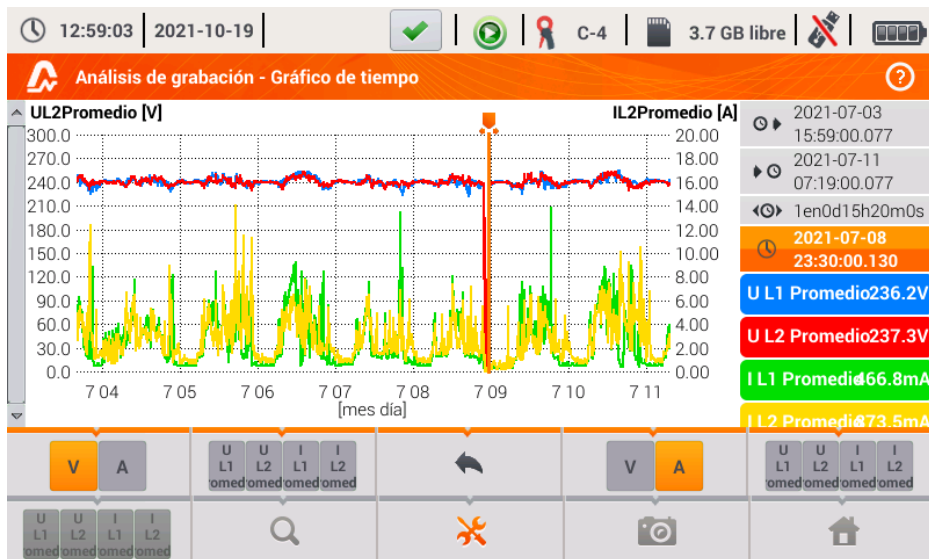

Fig. 26. Análisis de registro - gráfico de tiempo - selección de escalas.
- muestra un menú adicional de ajuste de escalas (Fig. 26). En este menú se puede seleccionar la descripción de la escala en el lado derecho e izquierdo del gráfico. Para ello hay que hacer clic en el icono con el nombre del parámetro. El icono con el nombre de la unidad aparece cuando en el gráfico hay al menos dos parámetros que tienen la misma unidad. Al hacer clic en el icono, los resultados con esta unidad se cambian a la escala común (descrita con parámetro en común). Hay que tener en cuenta que si no se aplica la escala en común, entonces sólo un transcurso cuya unidad está asignada al eje se modifica